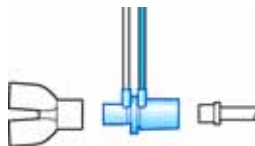

図 5-9. 幼児用フローセンサの取り付け
1. 呼吸回路の Y ピースと患者接続部との間にフローセンサを挿入します (図 5-9)。